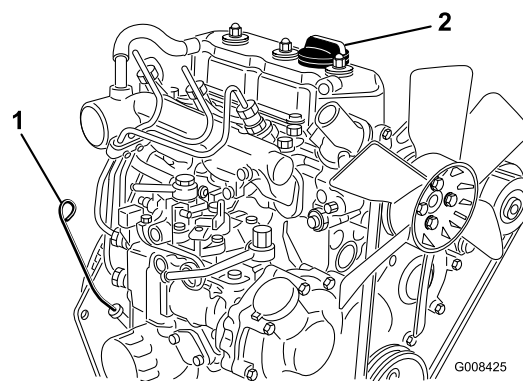

Figure 29
2. Retirez la jauge et essuyez-la sur un chiffon propre (Figure 29). Remettez la jauge dans le tube en l'enfonçant au maximum. Sortez la jauge du tube et vérifiez le niveau d'huile. Si le niveau est trop bas, retirez le bouchon de remplissage du couvre-culasse et ajoutez **lentement** la quantité d'huile nécessaire pour amener le niveau au repère maximum de la jauge. Versez l'huile lentement et vérifiez souvent le niveau durant la procédure. **Ne remplissez pas excessivement.**